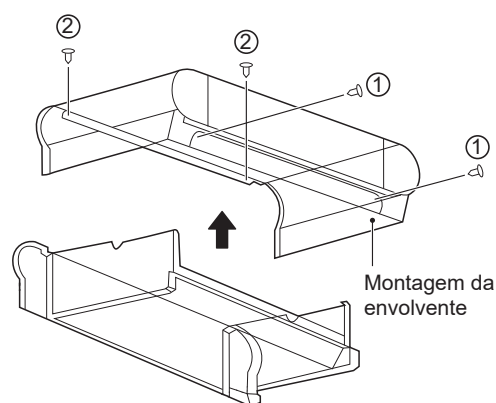

Figura 5-17 Remoção da envolvente
Como mostrado na Figura 5-17, retire os parafusos ① * 2 e ② * 2 e, em seguida, a envolvente.